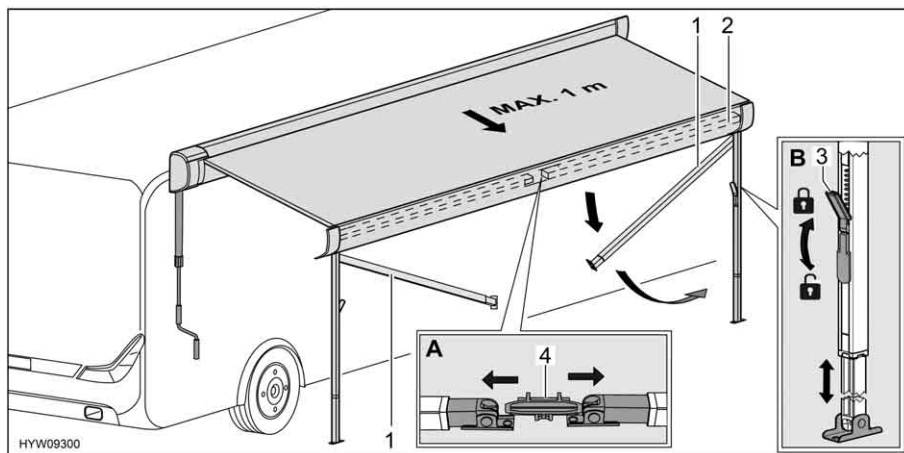

Fig. 25 Preparazione dei montanti di supporto
- Sbloccare i montanti di supporto (Fig. 25,1) dal supporto (Fig. 25,4) nel listello anteriore (Fig. 25,2). A tale scopo, premere leggermente verso l'esterno i montanti di supporto (Fig. 25,A).
- Allentare i bloccaggi (Fig. 25,3) dei montanti di supporto. A tale scopo, ripiegare la leva di serraggio verso il basso.
- Estrarre la parte inferiore dei montanti di supporto fino alla lunghezza desiderata (Fig. 25,B).
- Chiudere i bloccaggi (Fig. 25,3) dei montanti di supporto. A tale scopo, tirare verso l'alto la leva di serraggio.